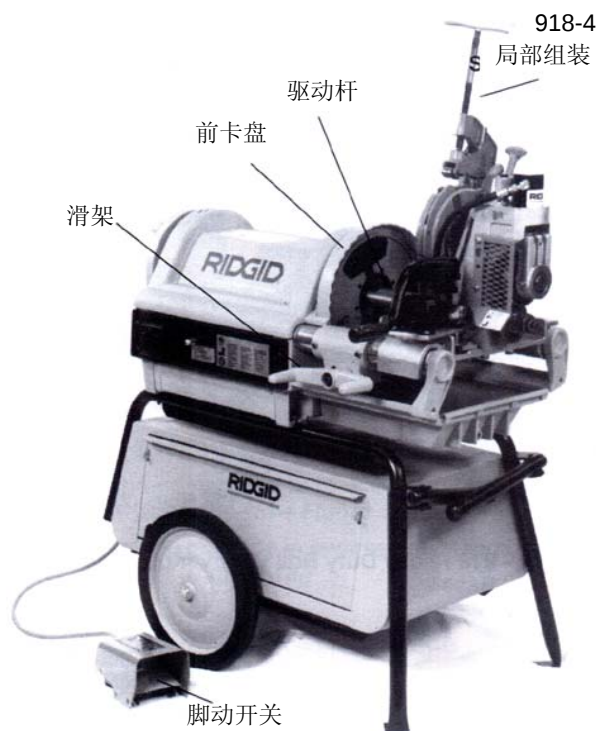

图 6
2. 使 918-4 机器定位在远侧滑轨处，然后下降到近侧轨上（见图 6）